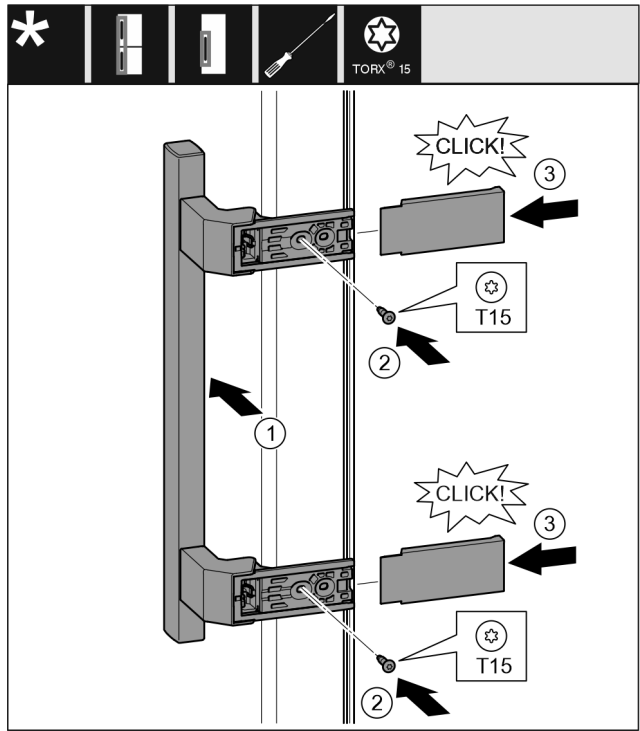

Fig. 21
- ▶ Tegye fel a fogantyút a másik oldalra. Fig. 21 (1)
- ▶ Húzza meg a csavarokat a T15 csavarhúzóval. Fig. 21 (2)
- ▶ Tegye fel az oldalsó fedelet, és tolja fel őket. Fig. 21 (3)